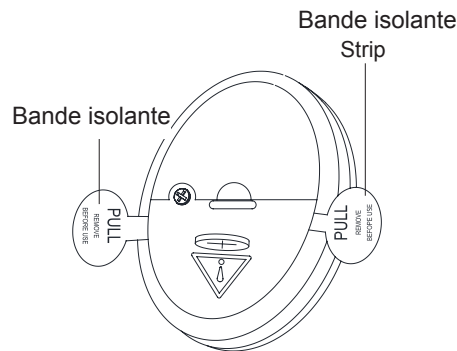

Fig. 21
**Étape 1.** Pour activer l'émetteur, retirez soigneusement les bandes isolantes de l'émetteur pour activer les deux piles bouton/pièce de monnaie CR2032 3 V préinstallées. Jetez les bandes isolantes. (Fig. 21)